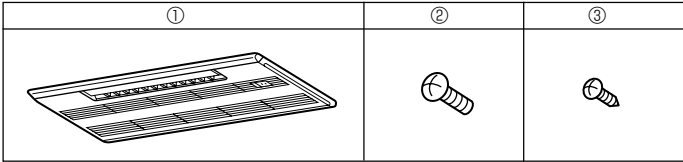

Abb. 5-1
5.1. Überprüfung des Inhalts (Abb. 5-1)